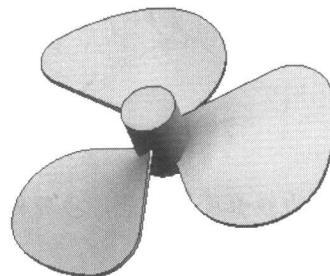

图1-19
11. 使用【变换】功能，绕 zc 轴旋转 120° 复制两个特征，结果如图 1-19 所示。